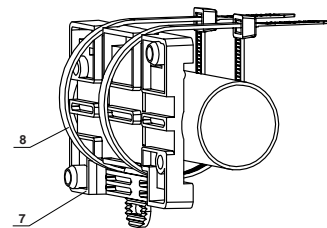

fig. 3
8. Pour monter l'appareil sur un rail DIN, fixez la plaque de connexion (7) à l'appareil avec les deux vis (4) et enclenchez l'appareil sur le rail DIN.
9. Pour fixer l'appareil à un tuyau, fixez la plaque de connexion (7) au tuyau à l'aide de deux colliers de 6 mm de large (figure 3), puis vissez l'appareil sur la plaque de connexion (7) avec les deux vis (4).
10. Pour fixer l'unité à un mur, utilisez les deux trous pour les vis (4).
11. Faites glisser les deux couvercles (1) sur le panneau avant (2).